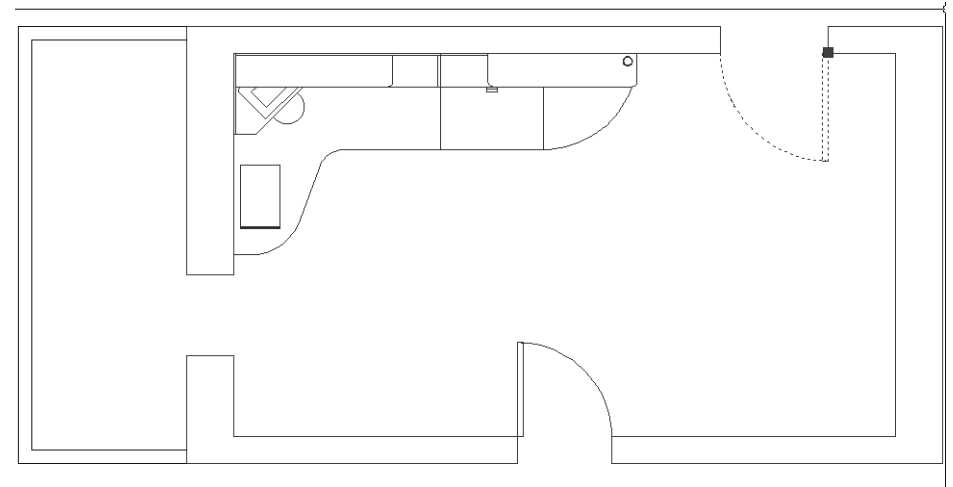

**Рис. 7.15** ▼ Оба экземпляра блока **Дверь 700** вставлены в чертеж с различными масштабными коэффициентами по оси X
6. Увеличьте масштаб изображения так, чтобы хорошо видеть все элементы обоих блоков (рис. 7.15).